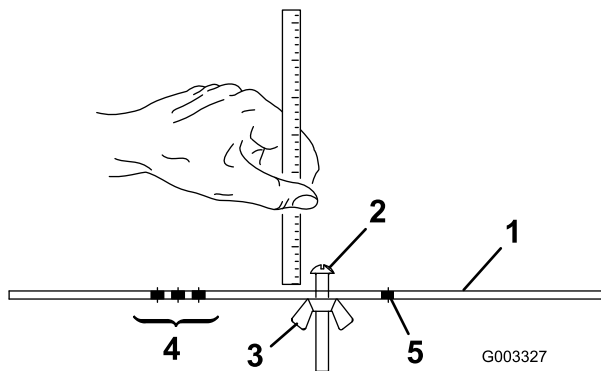

Figura 16
2. Desaperte a porca da barra indicadora (Figura 16) e regule o parafuso de ajuste para a altura de corte desejada. A altura de corte corresponde à distância entre a parte inferior da cabeça do parafuso e a superfície da barra.